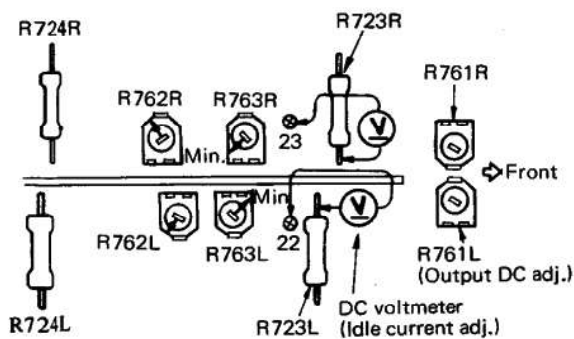

Fig. 6 Abb. 6
- ① Adjust R763L(R) so that the voltage is 7.7mV.
- ② Next, adjust R762L(R) so that the voltage is minimum (7.7mV \pm 2mV).
When this is impossible, repeat Items ① and ②. (Fig.6)
(2) Output DC adjustment
Perform this adjustment with no signal, volume control minimum, speaker select switch set to A or B and with no load. Connect a DC voltmeter between \oplus and \ominus L(R) output terminals of speaker A or B and adjust R761L(R) shown in Fig. 6 so that the output DC is 0 (within \pm 20mV) measured in the 100mV range. This adjustment performs both channels.
- ① R763L(R) auf eine Spannung von 7,7mV abgleichen.
- ② Danach R762L(R) auf minimale Spannung (7,7mV ± 2mV) einstellen.
Wenn dies nicht möglich ist, die Punkte ① und ② wiederholen. (Abb. 6)
Diesen Abgleich ohne Signal ausführen; den Lautstärke-regler ganz zudrehen, den Lautsprecher-Wahlschalter auf Position A oder B stellen und keine Last anlegen. Einen Gleichspannungsmesser zwischen ⊕ und ⊖ der Ausgangsklemmen L(R) für die Lautsprecher A oder B anschließen und R761L(R) (gezeigt in Abb. 6) so einstellen, daß die Ausgangs-Gleichspannung 0 (±20mV) beträgt, wenn im 100mV Bereich gemessen wird. Diese Einstellung betrifft beide Kanäle.
- ① Ajuster R763L(R) pour que la tension obtenue soit de 7,7mV.
- ② Ensuite, ajuster R762L(R) pour que la tension obtenue soit au minimum (7,7mV ± 2mV).
Quand il est possible de le faire, refaire les opérations ① et ②. (Fig. 6)
(2) Réglage de tension continue de sortie
Effectuer ce réglage sans signal, potentiomètre de volume en position minimum, sélecteur de haut-parleurs en position A ou B et sans application de charge. Raccorder un voltmètre pour courant continu entre la borne positive (+) et la borne négative (-) de sortie L(R) de haut-parleur A et B et ajuster R761 L(R) comme représenté sur la figure 6 pour que la tension de sortie continue soit à zéro (avec une tolérance de ± 20mV) mesurée dans la gamme de 100mV. Ce réglage est à faire pour les deux canaux.